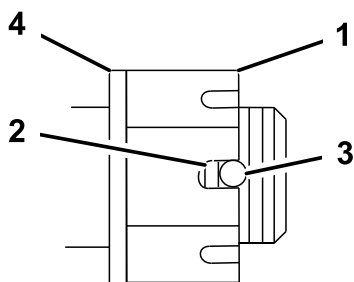

Figure 51
4. Serrez l'écrou crénelé à 170 Nm (Figure 51).
5. Mesurez l'espace entre la base de la fente de l'écrou et le bord intérieur du trou. On ne doit pas voir plus de deux filets (Figure 51).
7. Serrez l'écrou crénelé à 170 Nm (Figure 51).
8. Serrez l'écrou jusqu'à ce que la série de fentes suivante soit en face du trou de l'axe (Figure 51).